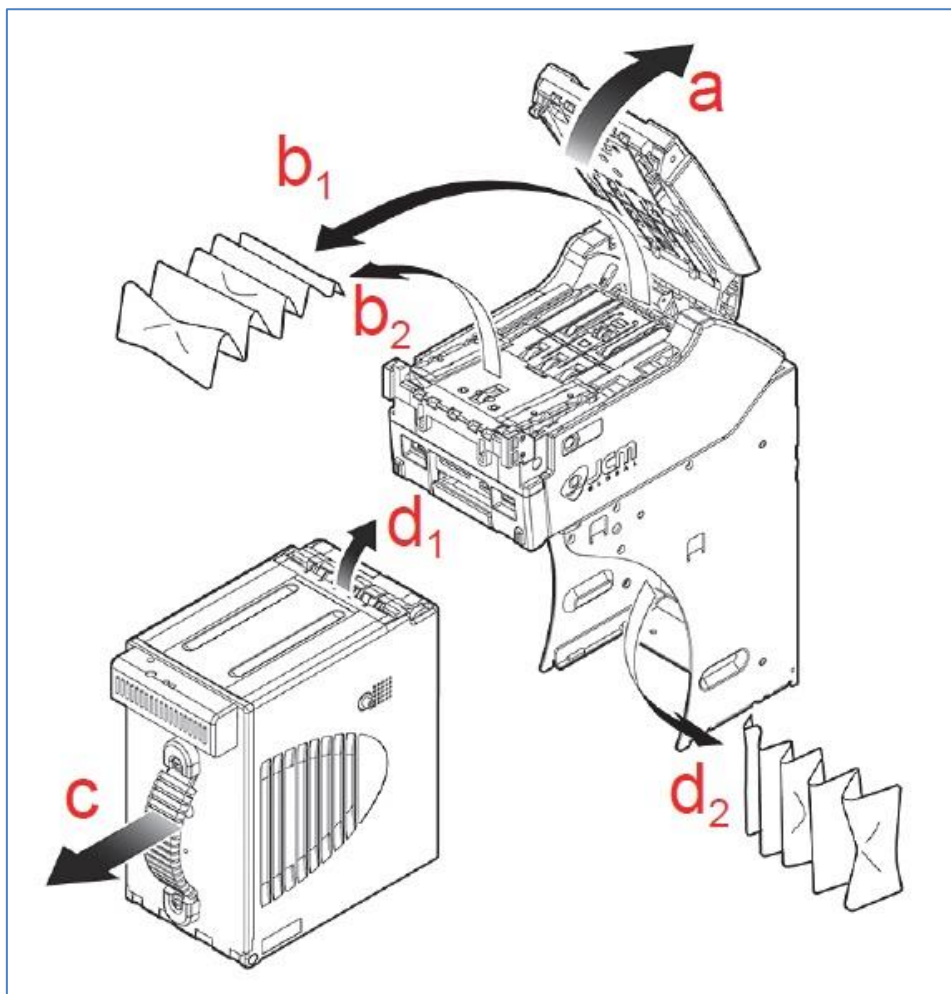

Fig. 5.5.6 – Rimozione banconote inceppate
- Azionare il tasto di sgancio posto sul dorso del meccanismo di centraggio, sollevare quindi il coperchio per accedere al vano come mostrato in Fig. 5.5.6 a
- Rimuovere la banconota inceppata (Fig. 5.5.6 b1 e b2)
- Se non si notano inceppamenti nell'area suddetta estrarre il cassetto del riciclatore dal telaio (Fig. 5.5.6 c)
- Rimuove quindi ogni banconota inceppata su questo cassetto come evidenziato in Fig. 5.5.6 d1 e d2.